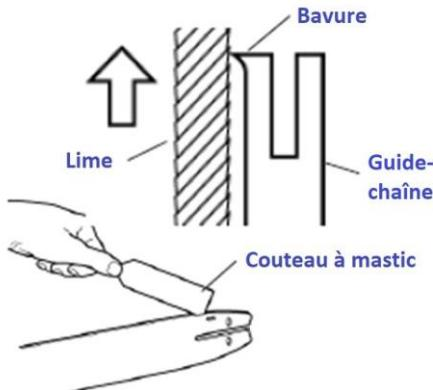

Fig. 12a
- Retirez le guide-chaîne (12) de la tronçonneuse, nettoyez tout débris ou poussière de la surface et de la rainure.
- Retirez toutes les bavures des côtés du guide-chaîne avec une lime plate et nettoyez la rainure avec un couteau à mastic, voir Fig. 12a.